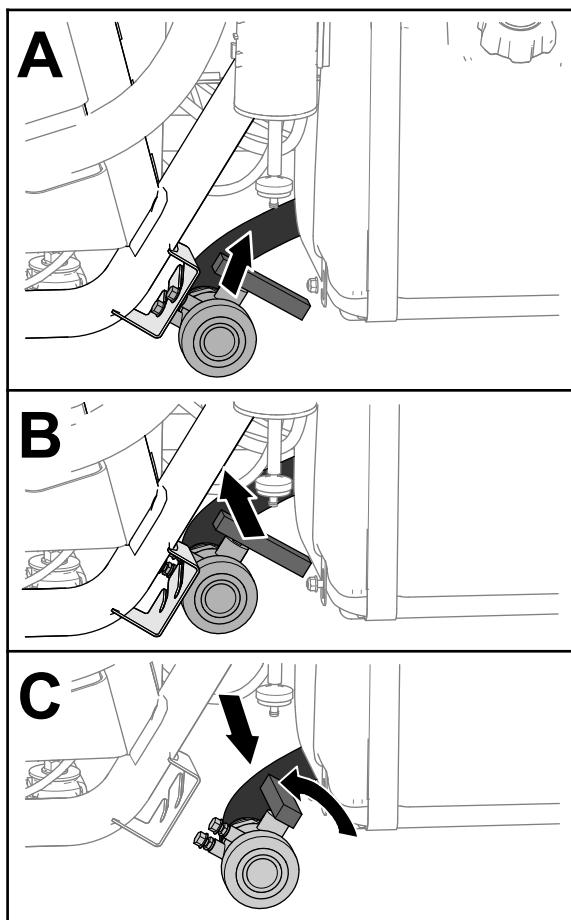

Figure 27
2. Trouvez l'emplacement du robinet de vidange de la cuve sur le côté gauche de la machine, devant le réservoir de carburant (Figure 27).
3. Soulevez le robinet et déplacez-le vers l'intérieur jusqu'à ce que les goujons de montage soient dégagés des fentes dans le support, puis déplacez le robinet vers l'arrière (Figure 27).
4. Alignez l'extrémité du robinet et le bac de vidange, et tournez la poignée dans le sens antihoraire à la position ouverte (Figure 27).
5. Lorsque la cuve est complètement vide, tournez la poignée du robinet de vidange à la position fermée et remplacez le robinet sur son support (Figure 27).